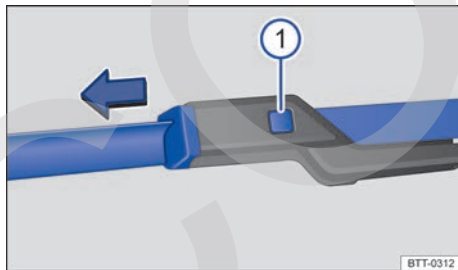

Fig. 144 Cambio de las escobillas limpiacristales del parabrisas.
- Mantenga presionada la tecla de desbloqueo → fig. 144 ① y tire al mismo tiempo de la escobilla en el sentido que indica la flecha.